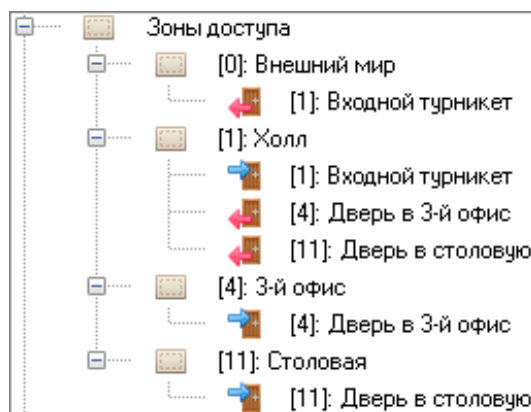

Рисунок 6-753 Зоны доступа в составе приведенного в пример объекта
- Зоны доступа (см. Рисунок 6-753):